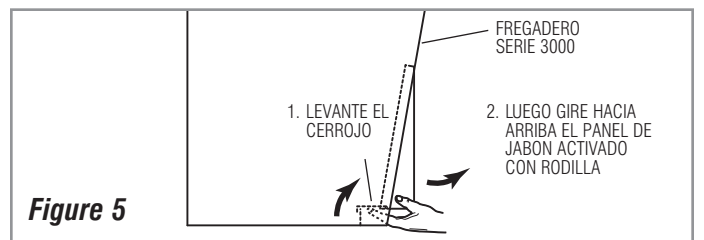
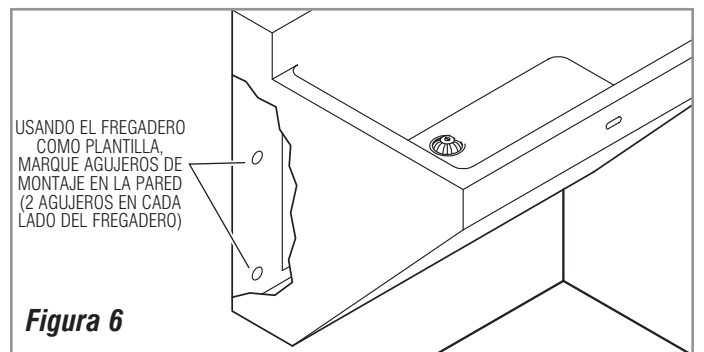

Figura 5
Figura 6
Para Fregadero Serie 3000, levante el Cerrojo debajo del Panel de Jabón Activado con Rodilla y levante el Panel para ganar acceso a agujeros de montaje. Figura 5. Marque cuatro (4) lugares de Agujeros de Montaje con el Fregadero como plantilla. Figura 6.